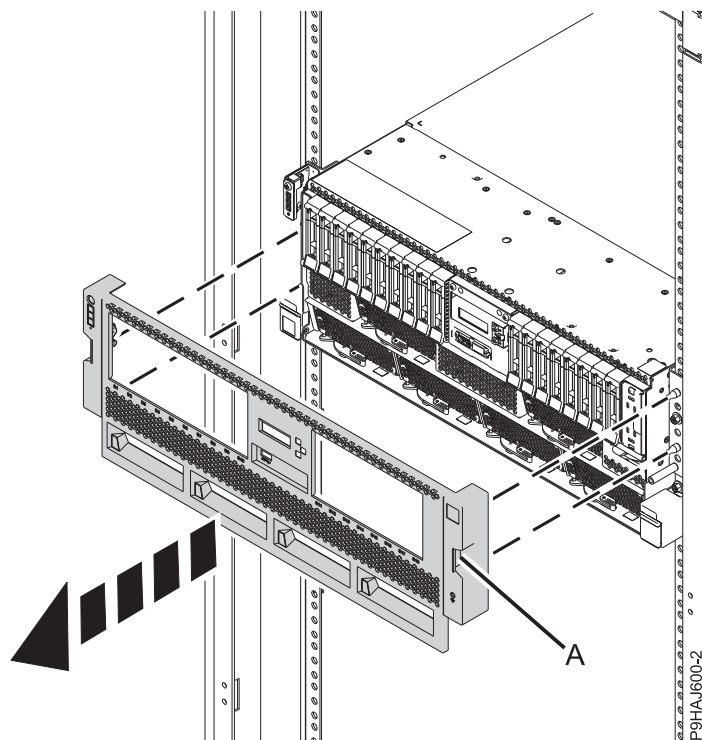

Figure 14. Retrait du capot avant
2. Pour un système monté en armoire, retirez le capot avant en l'extrayant du système. Le capot est doté de renforcements (A) permettant de le tenir plus facilement. Voir la figure 14, à la page 34.